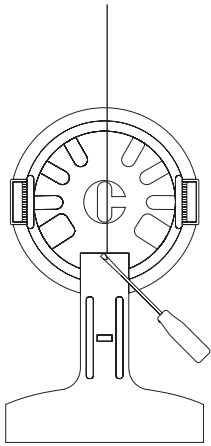

FIG 1
4. Remove the driver neck from the LED unit, use small flat screwdriver (Fig 1).
4. Détachez le col de l'alimentation du luminaire en utilisant un petit tournevis plat (Fig 1).
4. Entfernen Sie den Treiber von der LED-Einheit, verwenden Sie dazu einen kleinen flachen Schraubendreher (Abb. 1).